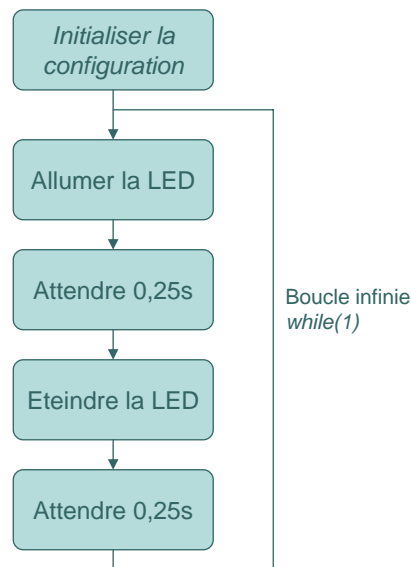

FIGURE 45 – Algorithme du programme faisant clignoter une LED
**Algorithme** L'algorithme, très simple, est présenté figure 45.